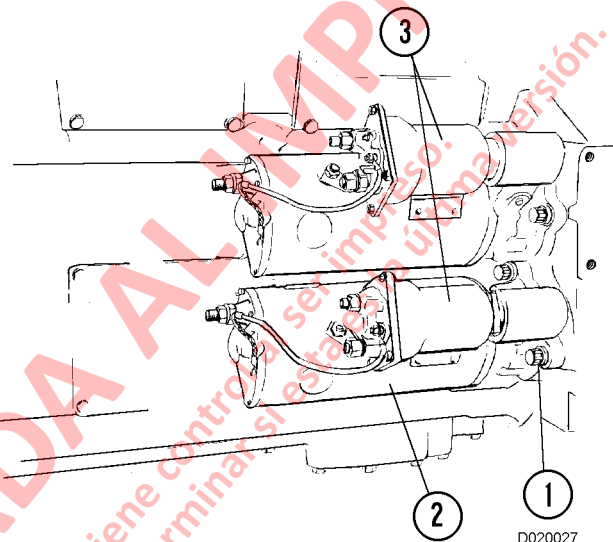

FIGURA 2-4. MOTORES DE ARRANQUE
2. Marque los alambres y cables y retírelos de los terminales del motor de arranque (2, Figura 2-4) y el solenoide (3).
3. Retire los tornillos (1) del motor de arranque.
1. Alinee la carcasa del motor de arranque (2, Figura 2-4) con los orificios de montaje del adaptador de la carcasa del volante y deslice el motor de arranque hacia su posición.
2. Inserte los tornillos (1) del motor de arranque.